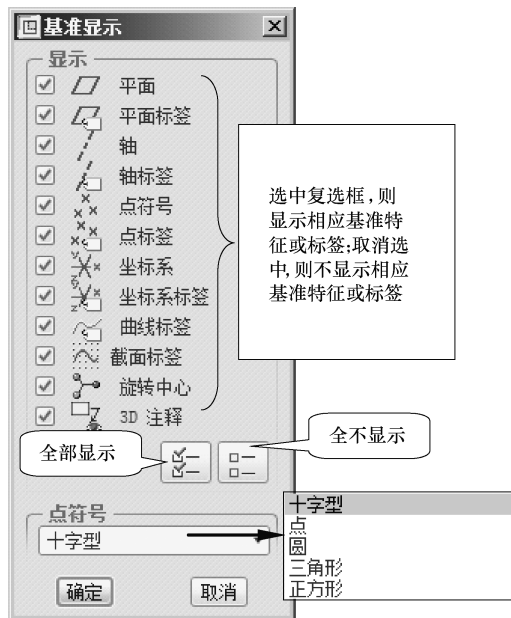

图 5-2 【基准显示】对话框
- 选择菜单栏中的【视图】|【显示设置】|【基准显示】选项，弹出如图 5-2 所示的【基准显示】对话框，通过选中各基准特征前的复选框显示相应基准特征，取消选中则隐藏相应基准特征。用户从【点符号】选项组中可以选择基准点的显示样式。基准点可以显示为十字型（×）、